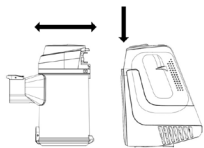

Рис. 1
- Установите контейнер-пылесборник на моторный блок пылесоса, убедитесь, что фиксатор (6) надёжно зафиксировал контейнер-пылесборник (рис. 1).